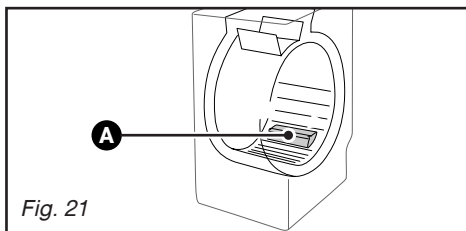

Fig. 21
– ouvrez les portillons du tambour. Au fond de ce dernier vous voyez apparaître une pièce en plastique **A** (Fig. 21)